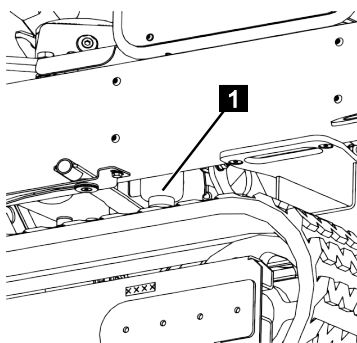

Fig. 172
2. Mettre un bac adapté à l'huile hydraulique sous le filtre (Fig.172/1).
3. Dévisser le pot filtrant (Fig.172/1).